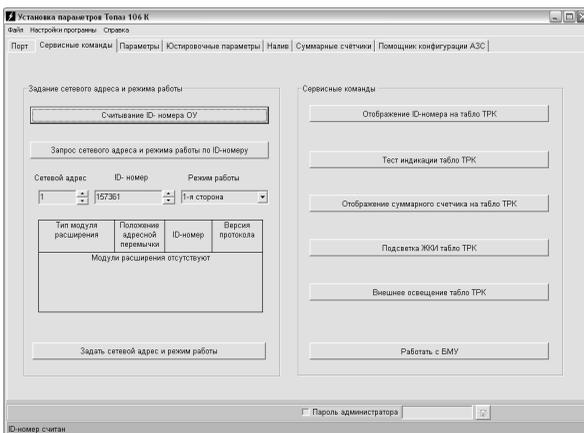

Рисунок 3
6.2.2 На вкладке "Сервисные команды" производится настройка сетевых адресов и режимов работы рукавов устройства по их ID-номерам (рисунок 3).